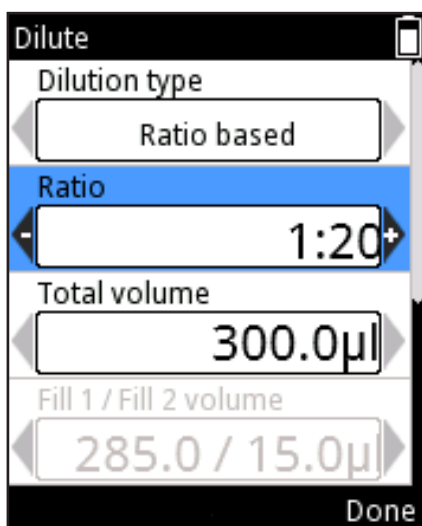

図 D28
1. スクロールして **率** を選択し、、 を使って数値を変更します(図 D28)。